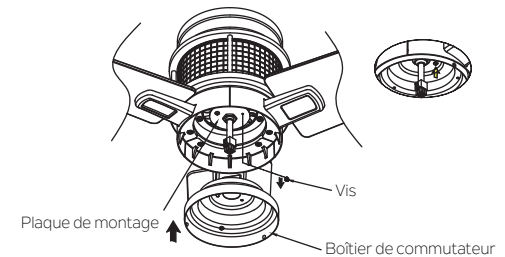

Fig. 15
Étape 1. Retirez une des vis préinstallées sur la plaque de montage et conservez-la pour plus tard. Desserrez les deux autres vis (sans les retirer). Placez les deux trous oblongs sur le boîtier de commutateur sur les 2 vis desserrées précédemment de la plaque de montage. Tournez le boîtier de commutateur jusqu'à ce qu'il soit verrouillé en place à la section étroite des trous en forme de serrure. Sécurisez en serrant les 2 vis desserrées précédemment et celle qui a été retirée.(Fig. 15)